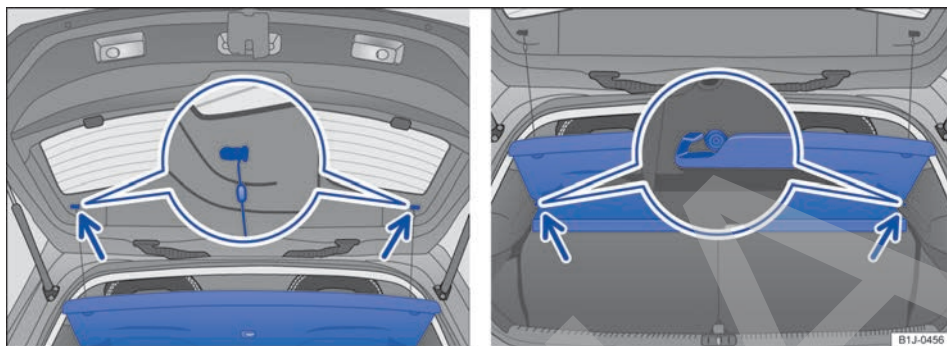

Fig. 151 En el maletero: desmontar y montar la cubierta.
- Desenganche las cintas de sujeción del portón del maletero → **fig. 151** (flechas de la figura izquierda).
- Extraiga la cubierta de los soportes laterales tirando de ella hacia atrás → **fig. 151** (flechas de la figura derecha).
- Introduzca la cubierta hacia delante en los soportes laterales → **fig. 151** (flechas de la figura derecha).
- Enganche las cintas de sujeción en el portón del maletero → **fig. 151** (flechas de la figura izquierda).